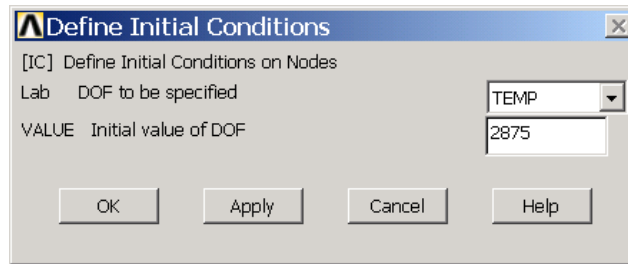

图11.37 定义初始温度
(21) 单击 Main Menu>Solution>Define Loads>Apply>Initial Condit'n>Define 菜单，弹出图形拾取对话框，单击【PICK ALL】按钮，弹出如图 11.37 所示的对话框，在【DOF to be specified】下拉列表框中选择【TEMP】，在【Initial value of DOF】文本框中输入【2875】，然后单击【OK】按钮。